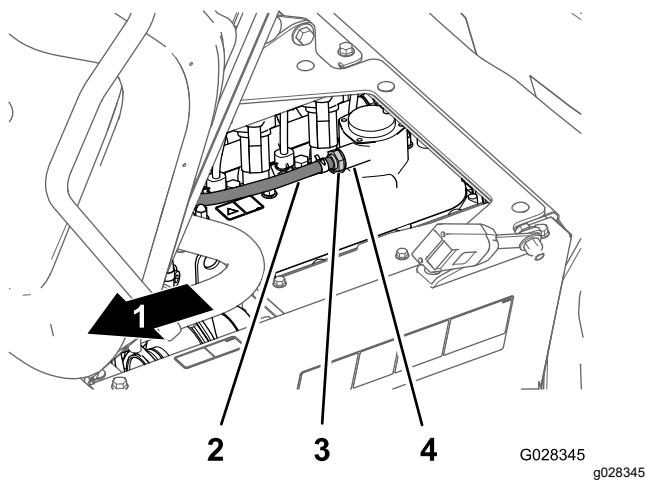

図 78
- バルブカバーのフィッティングからPCVバルブを取り外す 図 78。
**注** バルブ内部にあるレストリクタがカラカラと音を立てる場合は継続使用可能。バルブを振っても中から音がしない場合は PCV を交換する 図 78。
- バルブカバーのフィッティングの一番奥までPCVバルブを押し込む 図 78。